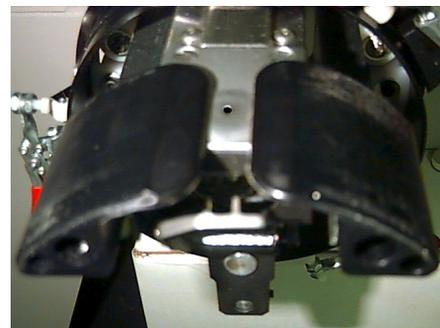

Abbildung 3-5
8. Positionieren Sie die Antriebskappenhalter auf der Stichplatte (siehe Abb. 3-5), zentrieren Sie sie zum Loch der Stichplatte und stellen gleichzeitig ihre vertikale Position ein, indem Sie den Antrieb auf den Schlitzen im Lagergehäuse nach oben und unten bewegen und dabei mindestens eine Innensechskantschraube auf dem Lagergehäuse mit einem 4 mm-Sechskantschlüssel leicht festschrauben. Die Kappenhalter sollten die Stichplatte leicht berühren und der Antrieb sollte frei und ungehindert von vorne nach hinten geschoben werden können; die Kappenhalter sollten nicht zur Seite bewegt werden können.